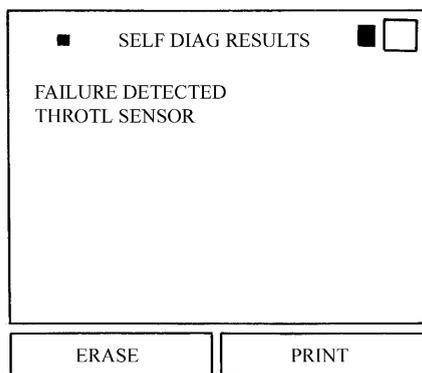

图 4-74 诊断仪屏幕显示自诊断结果
- (3) 触摸“自诊断结果”键(图 4-74)。
- (4) 读取诊断结果。